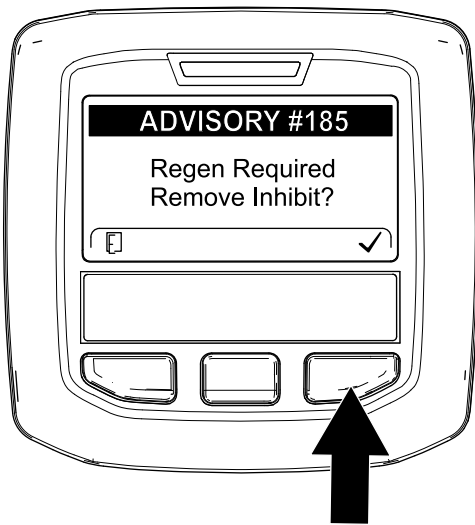

Рисунок 68
**Примечание:** Если настройка INHIBIT REGEN (ЗАПРЕТ РЕГЕНЕРАЦИИ) установлена на ON (Вкл.), дисплей инфо-центра покажет ИНФОРМАЦИОННОЕ СООБЩЕНИЕ № 185 (Рисунок 68). Нажмите кнопку 3, чтобы установить настройку запрета регенерации на КОГДА ИДЕТ ПРОЦЕСС РЕГЕНЕРАЦИИ СО СБРОСОМ, НА ДИСПЛЕЕ ИНФО-ЦЕНТРА ОТОБРАЖАЕТСЯ ЗНАЧОК ВЫСОКОЙ ТЕМПЕРАТУРЫ ВЫХЛОПА, и продолжайте регенерацию со сбросом.